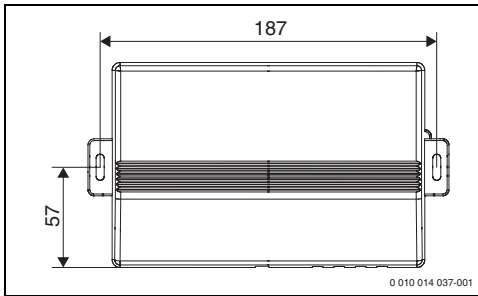

Bild 10 Regler montieren (Maße in mm)
- ▶ Löcher bohren (→ Bild 10, Seite 10).